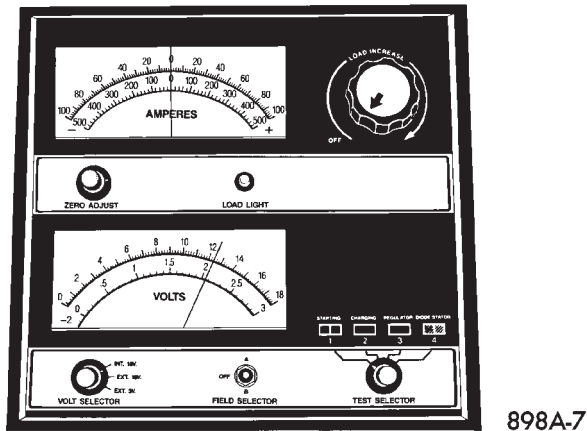

Abb. 9 Ruhespannung überprüfen
(3) Zwei Minuten lang warten, bis sich die Batteriespannung stabilisiert hat, und dann die Ruhespannung der Batterie überprüfen (Abb. 9).
(4) Die angezeigte Spannung gibt Aufschluß über den Ladezustand der Batterie, nicht jedoch über ihre Kaltstartleistung. Näheres hierzu siehe nachstehende Tabelle.